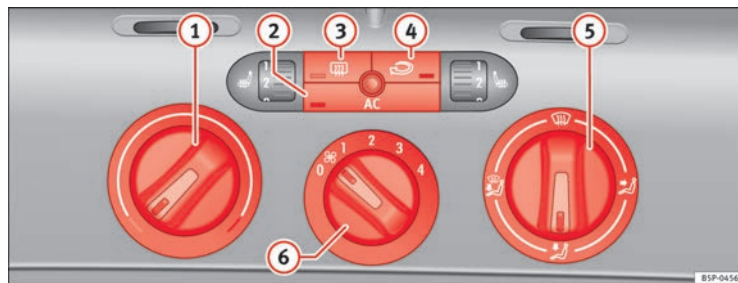

Abb. 107 In der Instrumententafel: Bedienelemente der Climatic
- Mit den Reglern ⇒ Abb. 107 ① und ⑤ und mit dem Schalter ⑥ stellen Sie die Temperatur, die Luftverteilung und die Gebläsestufe ein.
- Drücken Sie die jeweilige Taste ②, ③ oder ④, um eine Funktion ein- oder auszuschalten. Bei einer eingeschalteten Funktion leuchtet die Kontrollleuchte unten an der Taste auf.
① Temperaturregler ⇒ Seite 155.
② Taste **AC** – Klimaanlage ein-/ausschalten ⇒ Seite 155
- ③ Taste – Heckscheibenheizung. Etwa 20 Minuten nach dem Einschalten wird die Beheizung automatisch ausgeschaltet. Sie lässt sich vorzeitig durch Drücken der Taste ausschalten.
- ④ Taste – Umluftbetrieb ⇒ Seite 156
- ⑤ Luftverteilungsregler ⇒ Seite 155.
- ⑥ Gebläseschalter. Der Luftstrom ist in vier Stufen einstellbar. Das Gebläse sollte bei langsamer Fahrgeschwindigkeit immer auf der niedrigsten Stufe mitlaufen. ▶
- Schalten Sie die Klimaanlage mit der Taste ⇒ Abb. 107 ein.